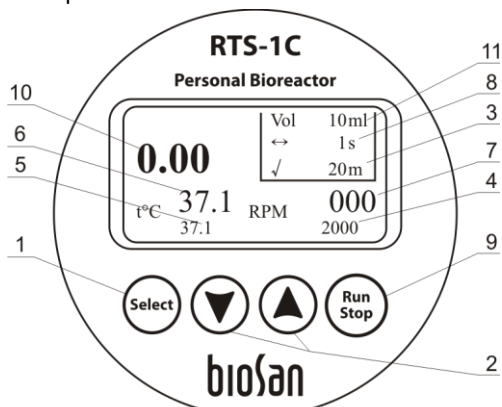
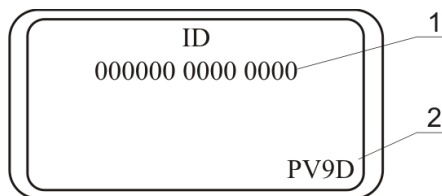

Рис. 2. Панель управления
Рис. 3. Идентификационный номер и версия прибора
4.1. **Проверка версии прибора.** Чтобы проверить версию, одновременно нажмите кнопки ▲ и ▼ (рис. 2/2) Дисплей покажет новый экран с уникальным четырнадцатизначным идентификационным номером (рис. 3/1) и версией прибора (рис. 3/2). В дальнейшем, просим при необходимости ссылаться на указанный номер при калибрации. Дисплей сменится на предыдущий экран через 4 секунды.
- Установите параметр объема в 10 мл (рис. 2/11) на дисплее с помощью кнопок **Select**, **▲** и **▼** (рис. 2/1 и 2/2)
- Нажмите кнопку **Run Stop** (рис. 2/9). Прибор начнет измерение оптической плотности.
- 5.5.1. Нажмите кнопку **Select** (рис. 2/1), чтобы выбрать параметр, который требуется изменить. Активный параметр будет мигать.
- 5.5.2. Используйте кнопки ▲ и ▼ (рис.2/2), чтобы установить необходимые значения. Если кнопка нажата дольше 2 с, скорость смены параметра возрастет.
- 5.5.3. Возможно установить промежуток времени между измерением оптической плотности (рис. 2/3), скорость вращения (рис. 2/4), температуру (рис. 2/5), время между Реверс-Спинами (рис.2/8), рабочий объем жидкости (рис. 2/11). Показания текущих значений температуры и скорости отображаются на дисплее (рис. 2/6 и 2/7).
5.5.4. Нажмите кнопку **Run Stop** (рис. 2/9) для начала работы с прибором.
5.5.5. Нажмите кнопку **Run Stop** (рис. 2/9) для завершения работы.
Внимание! Завершение работы прибора не останавливает процесс нагревания. Чтобы прекратить нагревание, температура должна быть понижена до значения “off” (рис. 2/5).